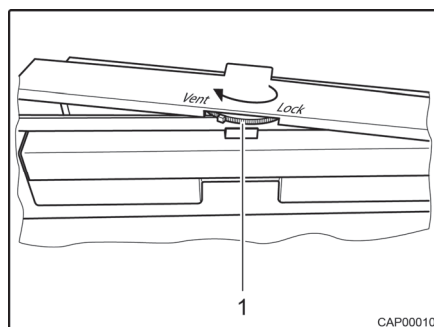

Fig. 68 Bloqueo puerta del frigorífico
**Cerrar:** ■ Girar la rueda de bloqueo (Fig. 68,1) hacia la derecha hasta el tope ("Lock"). La posición "Lock" permanecerá ajustada de modo continuo durante el funcionamiento.
**Bloquear en posición de ventilación:** ■ Girar la rueda de bloqueo (Fig. 68,1) hacia la izquierda hasta el tope ("Vent").